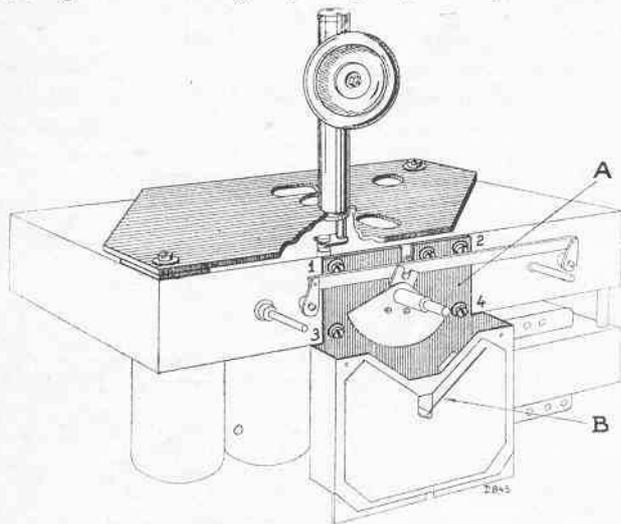

Fig. 5
2. Mettre la plaque de réglage (fig. 5, repère A) dans la position médiane.